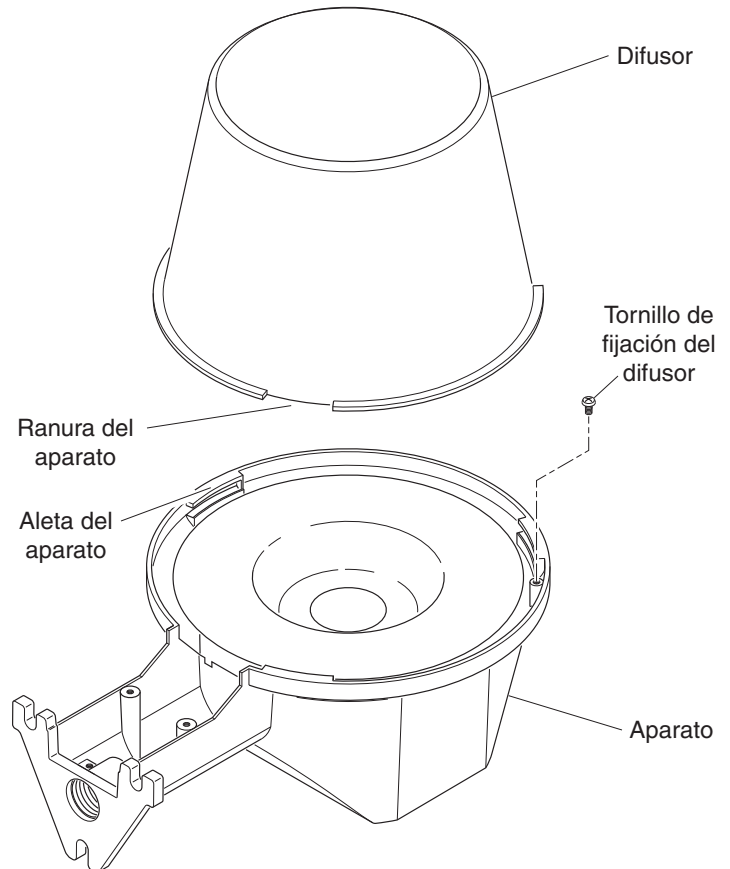

Figura 1
2. Quite del aparato el tornillo de fijación del difusor (vea la Figura 1).
3. Alinee las ranuras del difusor con las aletas del aparato y coloque el difusor sobre el aparato (vea la Figura 1).
4. Gire el difusor en sentido horario hasta que el difusor se pare (vea la Figura 1).
5. Ponga el tornillo de fijación que se quitó en el paso 2 (vea la Figura 1).